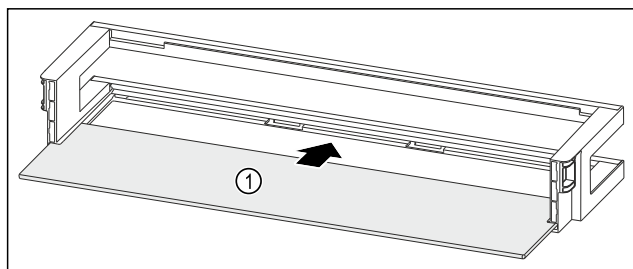

Fig. 277 Polica u vratima s policom za odlaganje
- Umetnite policu Fig. 277 (1) u bočna udubljenja.